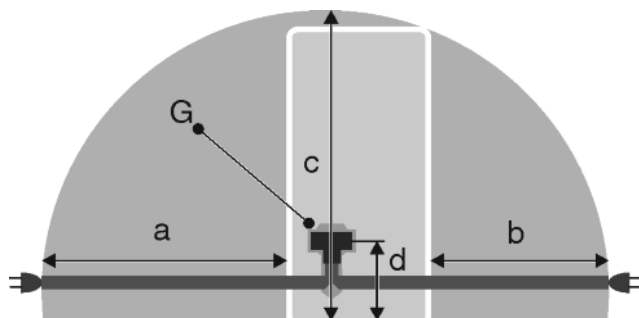

Fig. 31
- La prise de courant est en dehors de la zone postérieure de l'appareil dans la zone concernée. *Fig. 31 (a, b, c)*
- ▶ Introduire la la fiche de l'appareil *Fig. 31 (G)* au dos de l'appareil. Veiller à ce qu'elle s'introduise correctement.